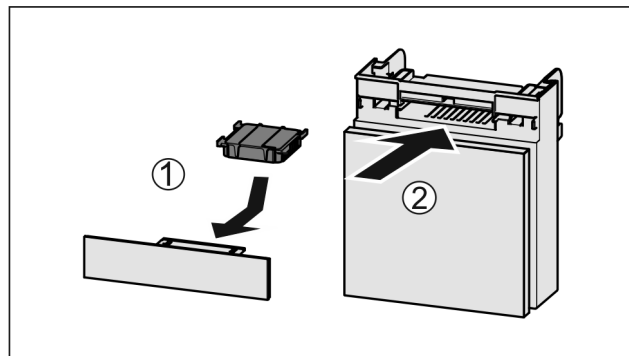

Fig. 157
- ▶ Установите фильтр с активированным углем, как показано на рисунке Fig. 157 (1).
- ▶ Вставьте отделение Fig. 157 (2).